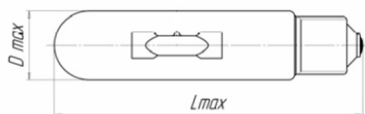

Рис.1.
1.1. Общий вид лампы показан на Рис.1. Габаритные размеры, тип цоколя, масс лампы должна соответствовать значениям, приведённым в Таблице 1.